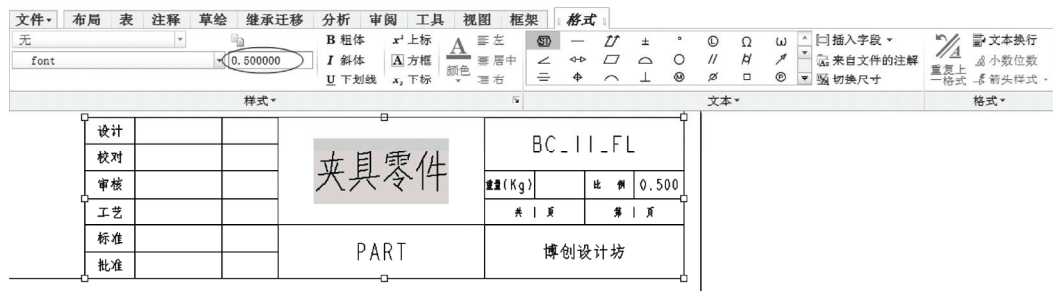

图 11-126 编辑修改字高
2) 显然,“夹具零件”这几个字的字高显得较小,需要将它们修改得大一些。双击标题栏中的“夹具零件”注释,进入编辑状态,此时功能区显示“格式”选项卡,在“格式”组中将字高值适当地修改得高一些,如图 11-126 所示。